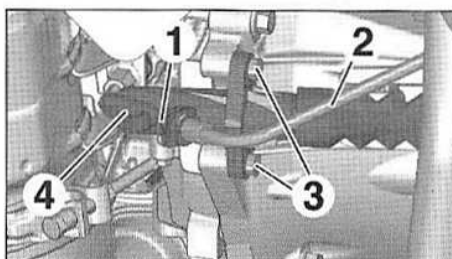

FIG.20
- Déclipper l'agrafe (1) (Fig.20).
- Désaccoupler la canalisation hydraulique (2).
- les vis (3),
- le cylindre récepteur (4).